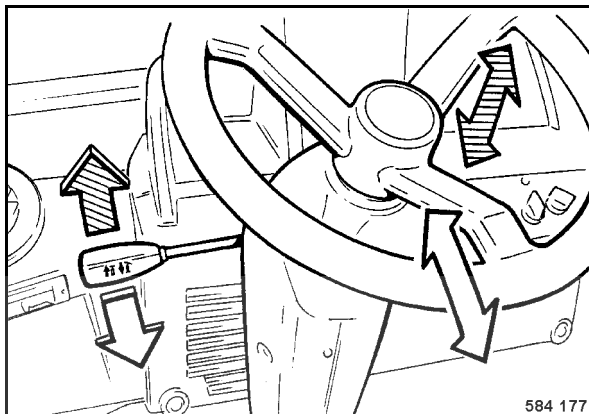

fig. 55
- Tirer le levier (fig. 55) vers le haut et régler le volant à la hauteur désirée.